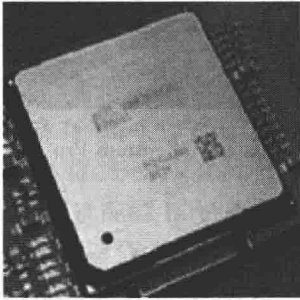
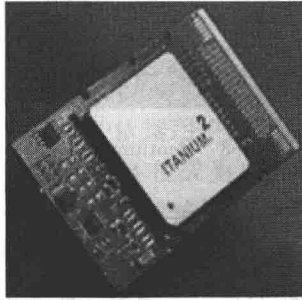

图 1-19 Itanium
图 1-20 Itanium 2
• 2001年, Intel 推出了面向服务器的 64 位处理器 Itanium, 如图 1-19 和图 1-20 所示。